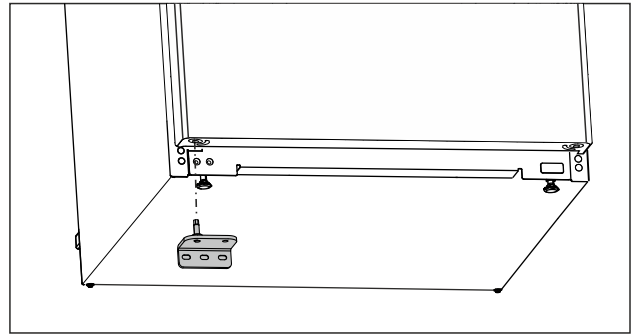

Fig. 20
- ▶ Vendosni bazamentin mbështetës të poshtëm në anën e kundërt. (shihni Fig. 20)